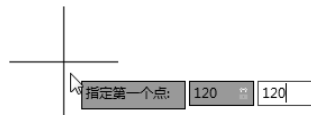

图 2-5 确定 P1 点
(1) 系统默认打开动态输入,如果动态输入没有被打开,单击状态栏中的“动态输入”按钮 ,打开动态输入。单击“默认”选项卡“绘图”面板中的“直线”按钮 ,在动态输入框中输入第一点坐标为 (120,120),如图 2-5 所示。按 Enter 键确认 P1 点。